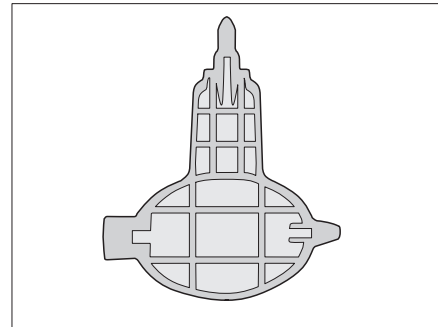

Fig. 345 Llave para el sifón (solo Alpa)
- ▷ El modelo Alpa incluye una llave (Fig. 345) para soltar el sifón.